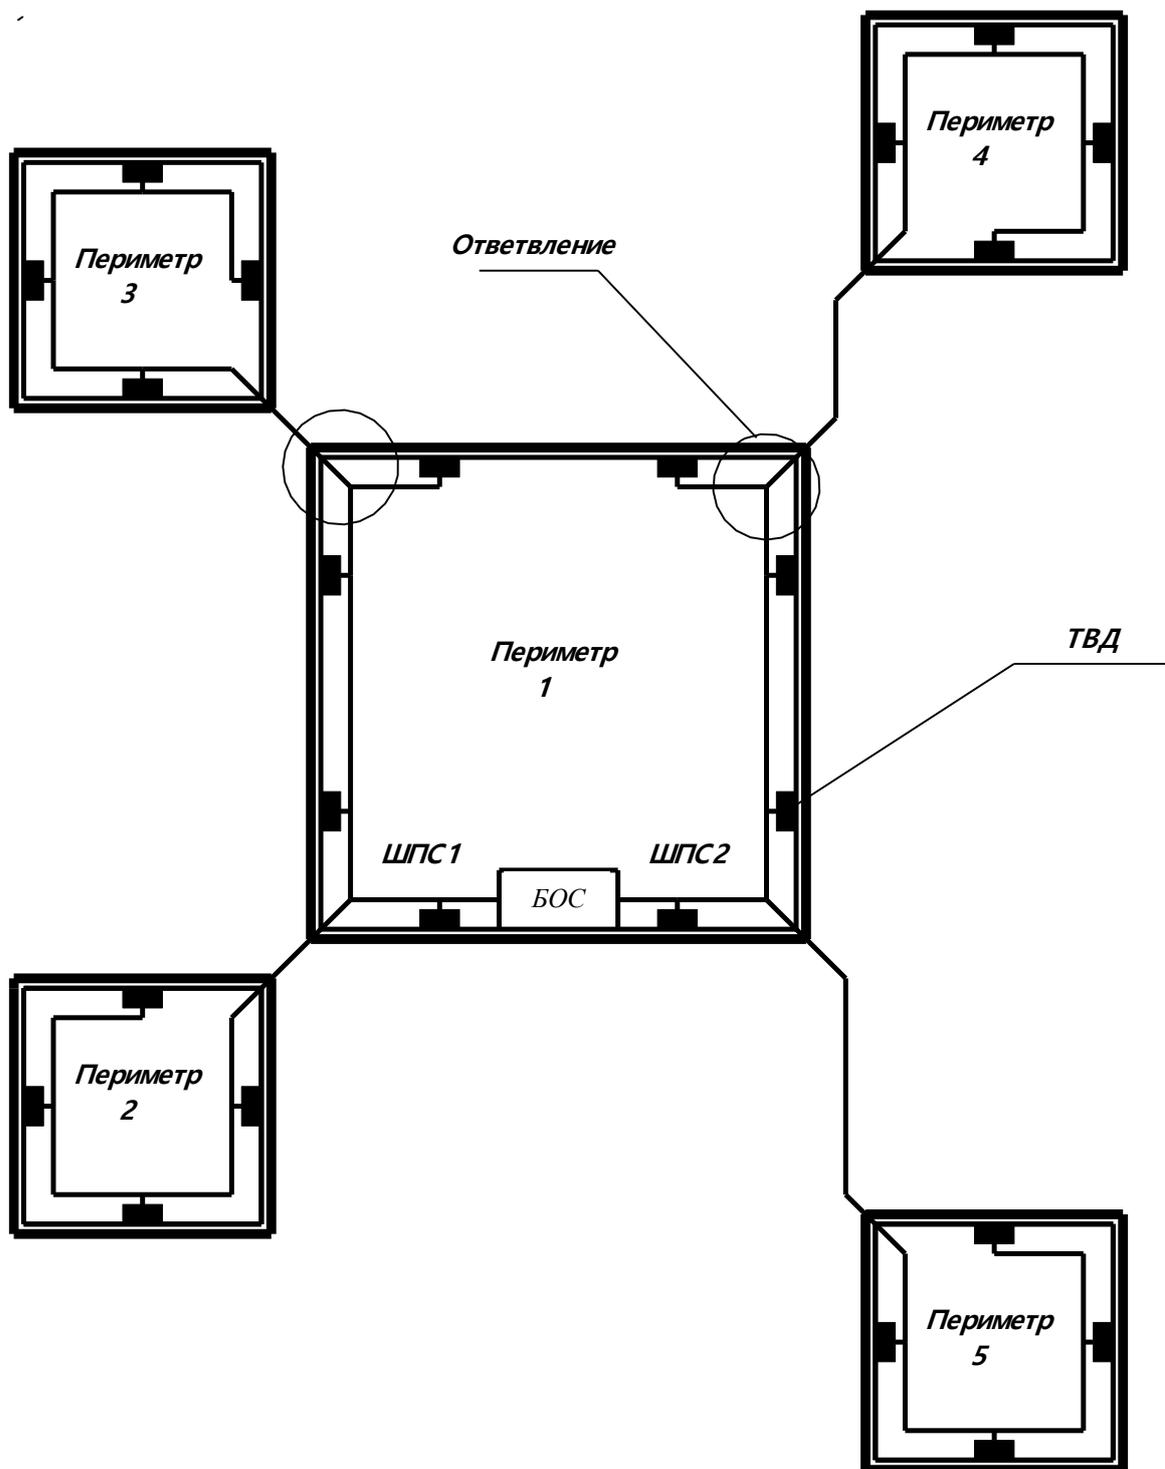

Рисунок 3.5. Монтаж ТВД по схеме «Звезда».
3.4.5 Допускается выполнять монтаж ТВД с подключением ШПС по схеме «звезда» (рис.3.5). При этом общая длина линии ШПС фланга не должна превышать 1500 м (для изделия с маркировкой, содержащей знак X – не более 500м).